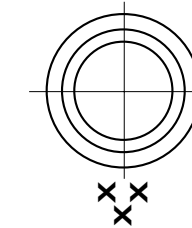

Abb. 5, bei Treffpunktlage tief
Drehen der Höhenverstellungsschraube entgegen der Pfeilrichtung (UP) bewirkt eine Treffpunktverlagerung auf dem Ziel nach unten (Abb. 5).